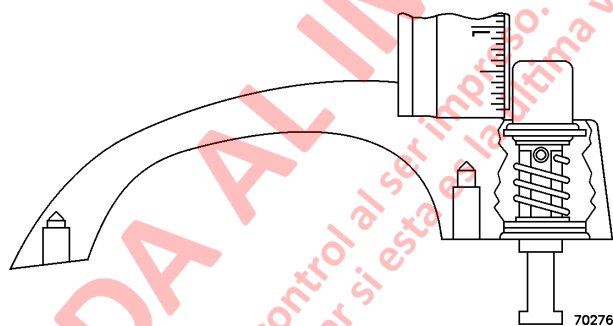

FIGURA 2-5. MEDICIÓN DEL DESPLAZAMIENTO DEL ÉMBOLO
1. Para definir la cantidad de holgura en el émbolo de liberación de la puerta, presione el émbolo hasta que apenas contacte el mecanismo de liberación de la puerta. Mida la distancia que se desplaza el émbolo desde esta posición hasta donde se libera completamente (Vea Figura 2-5).